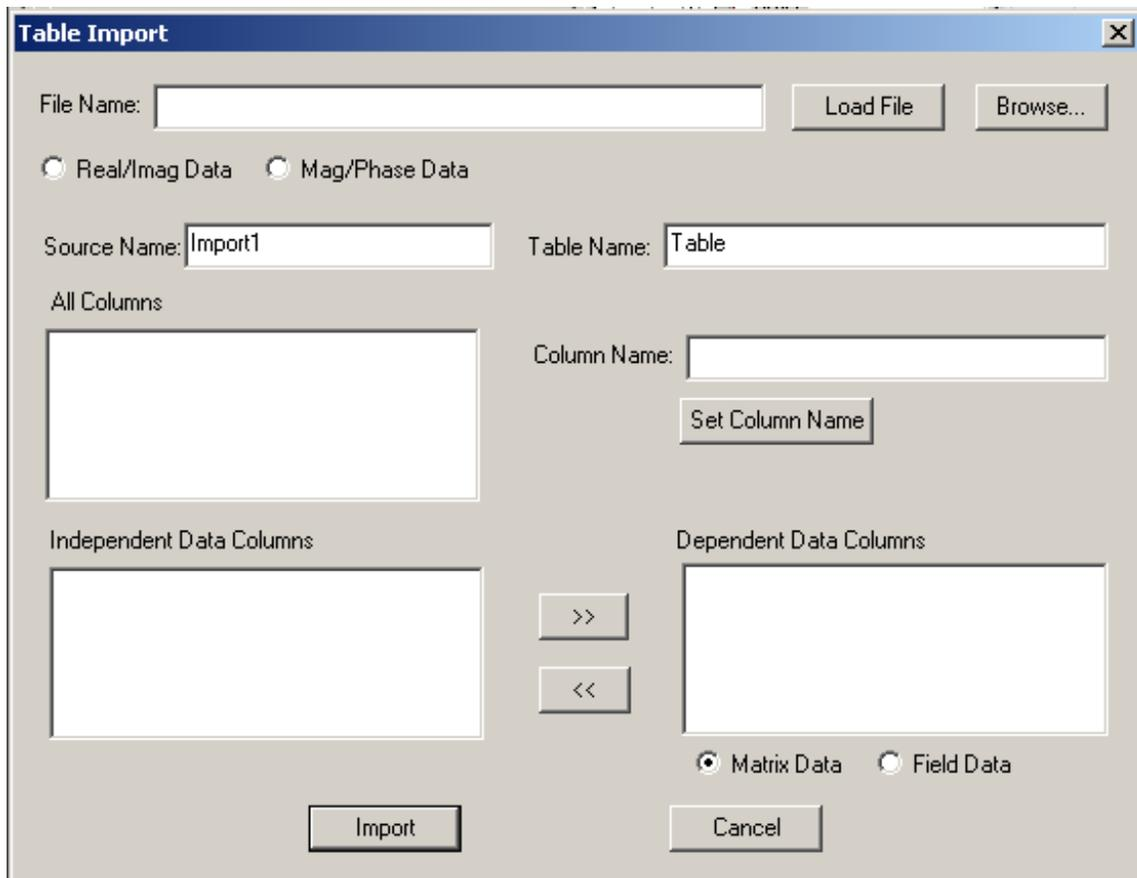

Рис. 1.29. Диалог импорта табличных данных
2. Нажмите **Import Table**. Появляется диалоговое окно **Table Import** (рис. 1.29).